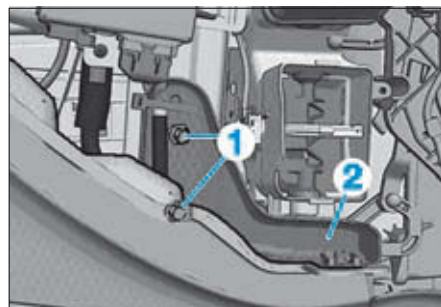

FIG. 22
- Déposer les deux vis (1) et extraire le support (2) (Fig.22).